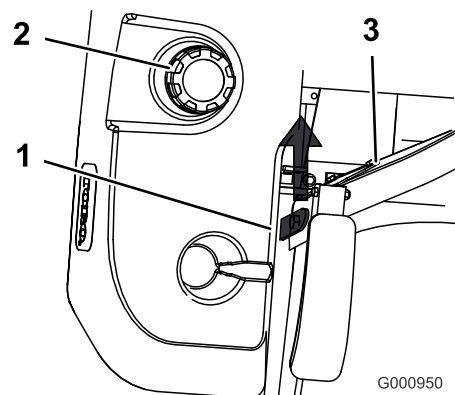

Figura 14
- Levante el asiento (Figura 14).